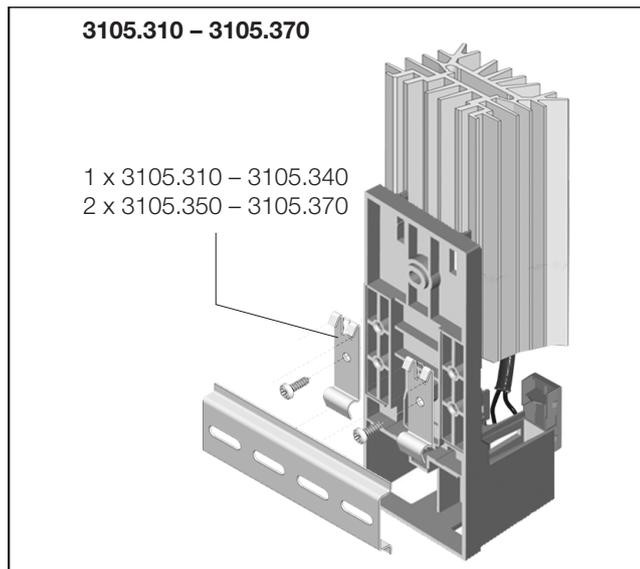

Fig. 2 : Fixation par encliquetage sur rail porteur de 35 mm EN 60715
1	Matériel de fixation (voir fig. 2)
Matériel de fixation (voir fig. 2)
1. Fixation par encliquetage sur un rail porteur de 35 mm EN 60715 (fig. 2).